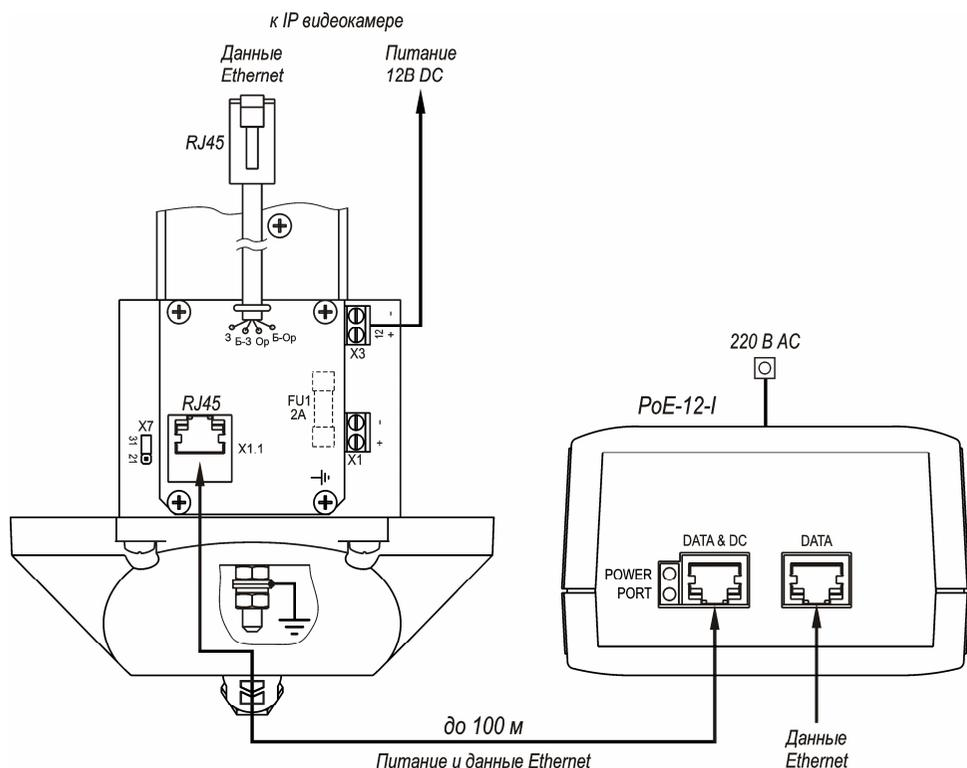

Рис.4 Схема подключения IP-видеокамеры
1. Кронштейн ТГБ-3 для крепления IP-видеокамеры ТВК-90 PoE на опоры $\varnothing 115\div 135$ мм (другой размер – под заказ). Монтаж кронштейна см. рис.4.
5. При необходимости изменить мощность обогрева гермобокса, выкрутить 4 винта крепления задней крышки гермобокса, выдвинуть модуль видеокamеры из кожуха и установить джампер X7 в нужное положение (рис.4). Установить модуль видеокamеры обратно в кожух. Закрутить 4 винта крепления задней крышки.
* Предприятием изготовителем джампер X7 установлен в положение «31» - мощность обогрева 31 Вт, для изменения мощности на 21 Вт джампер X7 необходимо переставить в положение «21» (см. рис.4).
Через разъем «Data» (см. рис.4) осуществляется обмен данными по сети Ethernet.